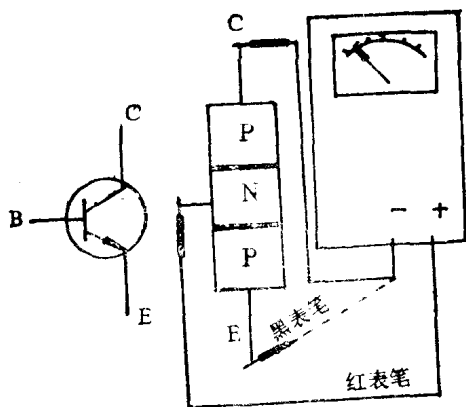

图 8
(2) 管型与基极的判别
①用万用表来判别管型与基极。根据PN结正向电阻小、反向电阻大的原理来判别是NPN型还是PNP型三极管及基极，用万用表（ $R \times 1k\Omega$ 档）红笔接一管脚，黑表笔分别接另外两个管脚，测得两个电阻值都很小（一般约在 $1k\Omega$ 左右）时，则此三极管就是PNP管型，红表笔所接触的管脚就是基极，如图8所示。